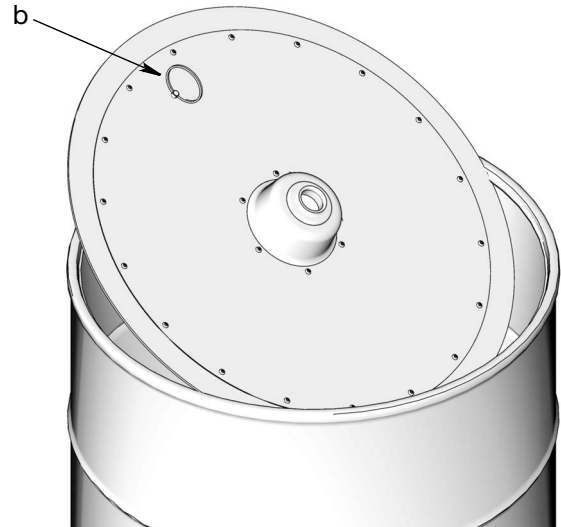

図 6
4. 既存の取付の場合、ドラムに手を伸ばし、フォロープレートリング (b) を引き、フォロープレートを取り外します (図 6)。汚れのない紙、段ボール、または汚れのないボロ巾にフォロープレートを置きます。作業場の床の上には置かないでください。